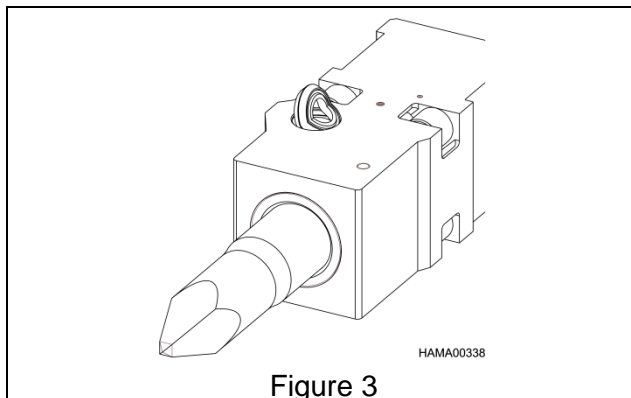

Figure 3
- a. Tout en déformant l'anneau de retenue comme illustré à la figure 3, le forcer à rentrer partiellement dans la rainure.